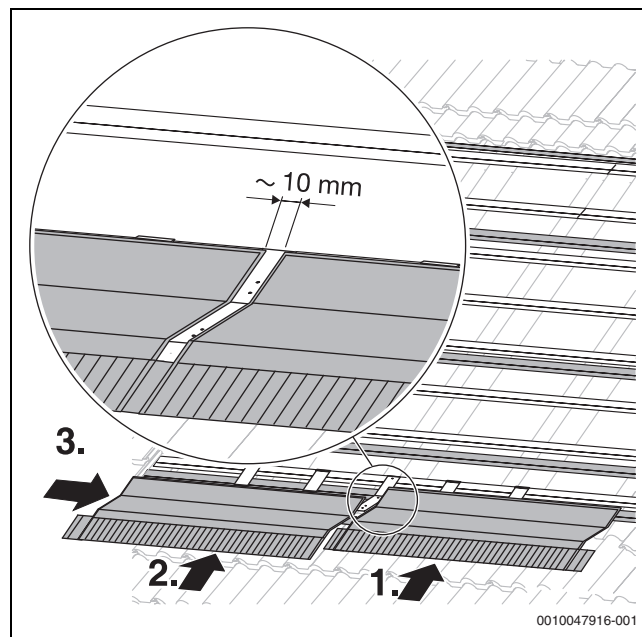

Bild 30 Eindeckbleche für 2 Kollektoren
- Rechtes unteres Eindeckblech in Montagehalter einschieben (→ Bild 30).
- Linkes unteres Eindeckblech in Montagehalter einschieben (→ Bild 30).
- Linkes Eindeckblech so weit über das Unterteil des Verbinders schieben, dass die Bohrungen im Unterteil noch sichtbar sind (Abstand zwischen den Blechen: ca. 10 mm) (→ Bild 30).